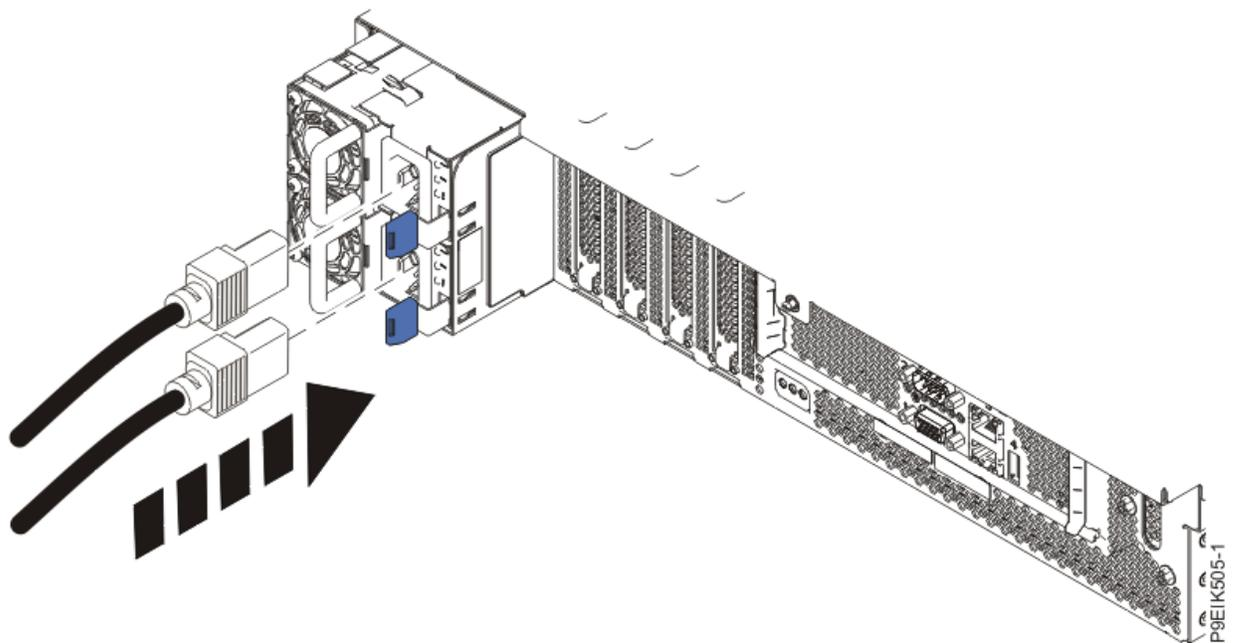

図 71. システムへの電源コードの接続
2. ラベルを確認して、電源コードをシステム装置に再接続します (115 ページの図 71 を参照)。